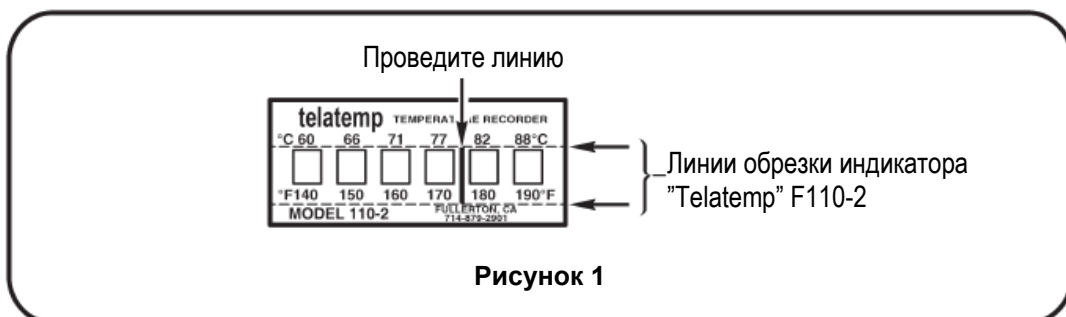

Рисунок 1
1. См. Рисунок 1. Проведите чёрным перманентным маркером линию между квадратами 170°F и 180°F на индикаторе "Telatemp", номенклатурный № F110-2 или 110-2. Обрежьте индикатор "Telatemp" согласно рисунку; убедитесь в читаемости шкалы температуры по Фаренгейту после обрезки.